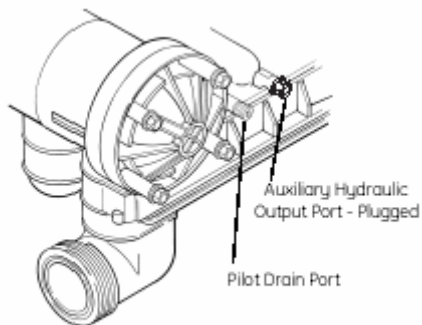

Figure 3.2
**Spust prowadzący** - W czasie regeneracji z ¼" oprawy rury za zaworem opatrzonym napisem SPUST wypływają niewielkie ilości wody (około 200 ml). Aby uniknąć wylania tej wody na podłogę złącze to łączymy z odpowiednim ściekiem (patrz rys. 3.2).